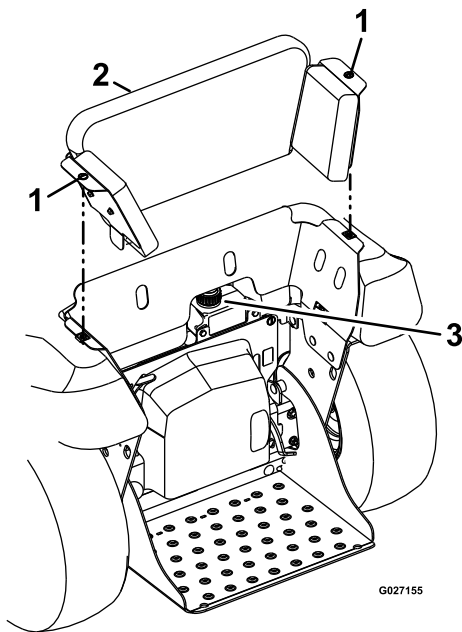

図 97
2. 膝当てをマシンのシャーシに固定しているファスナ 2 個 1/4 回転するを左に回す外す 図 97。
3. 膝当てをすこし斜め後方に持ち上げて外す 図 97。
4. 補助タンクの周囲をウェスできれいにしキャップを外す 図 97。
7. タンクにキャップを元通りに取り付け、手で軽く締めつける 図 97。